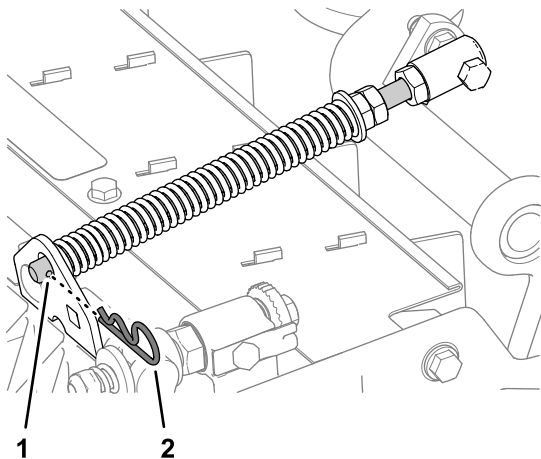

Figura 15
2. Assicuratevi che la coppiglia sia installata nel foro posteriore dell'asta della molla (Figura 15).